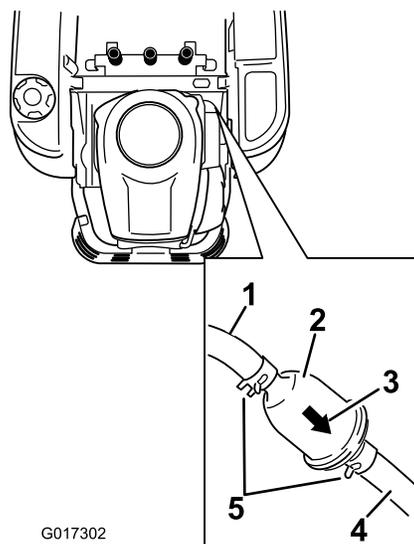

Figura 36
3. Levante o banco e localize os filtros do combustível conforme indicado em Figura 36.
4. Aperte as pontas dos grampos da tubagem e afaste-as do filtro (Figura 36).
6. Instale um novo filtro com a seta do sentido do fluxo a vir do depósito de combustível e a apontar para o motor. Mova as abraçadeiras para junto do filtro (Figura 36) para o fixar no lugar.